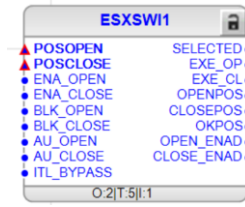

Imagen 97_Bloque ESXSWI1.
2.2.19 Insertamos el bloque “ESXSWI1” que se aprecia en la **Imagen 97**, seleccionando “FunctionBlock - Control - ESXSWI1 - insert” que nos ayuda al control del seccionador de puesta a tierra el cual es como se muestra a continuación: